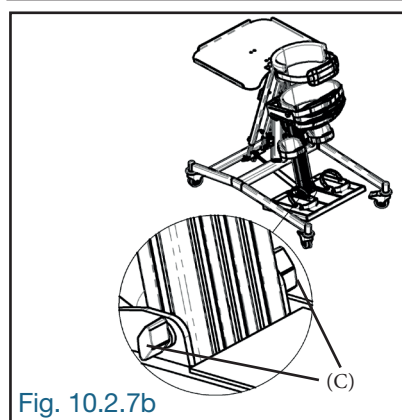

Fig. 10.2.7b
Desserrer légèrement les boutons (C) de chaque côté du plateau de pieds (A) (Fig. 10.2.7b).
Resserrer les boutons (C) de chaque côté du plateau de pieds (A) (Fig. 10.2.7b).